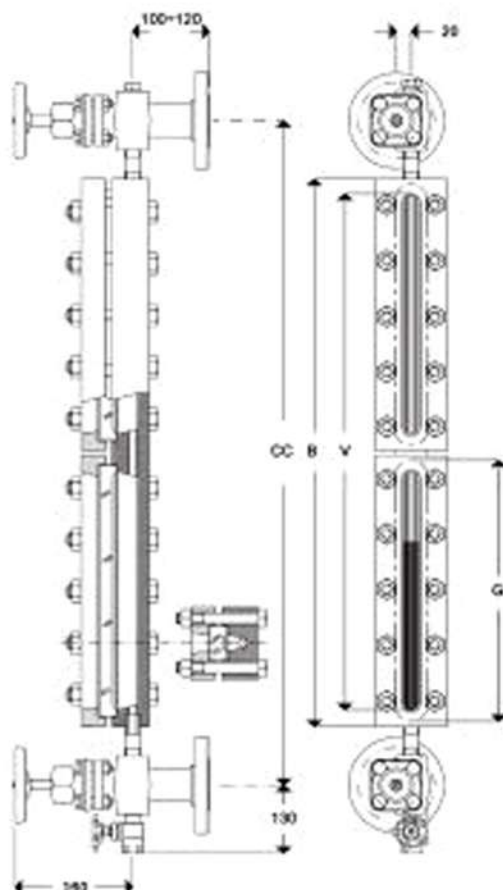

Fig. 856
- Secondo la posizione destra o sinistra delle valvole rispetto al corpo, gli indicatori vengono chiamati destri o sinistri. La Fig. 856 rappresenta un indicatore sinistro. In generale sulle caldaie vengono installati due indicatori di livello, uno destro e uno sinistro.
- Interasse tra gli attacchi (CC)